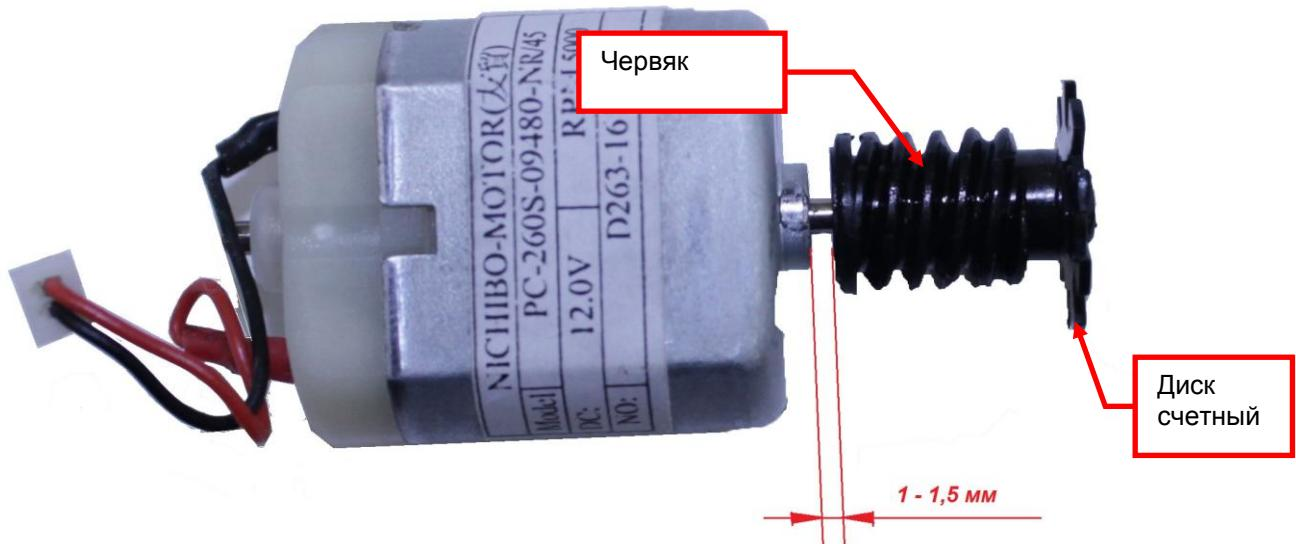

Рисунок 9.25
**9.11.4** Снимите с двигателя, с помощью отвертки с плоским шлицем или пинцета, используя их в качестве рычага, червяк EBKM.D230M1.01.00.005 с диском счетным EBKM.00D250.01.01.008 (см. рис.9.25).
**9.11.7 Внимание:** между установленным червяком и кронштейном мотора должен быть обеспечен зазор 1 – 1,5 мм (см. рис.9.25), с помощью набора щупов, иначе диск счетный будет касаться оптопары на модуле синхронизации.